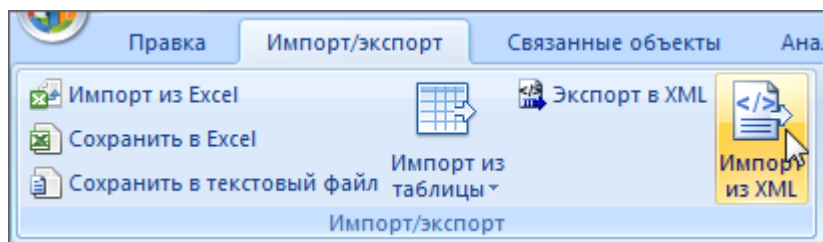

Рис. 25-57 – Импорт наработки из XML файла
1) Выделить в основном или связанном окне «Наработка» папку или наработки, и нажать кнопку «Экспорт в XML» панели «Импорт/экспорт» (рис. 25-57).
3) Выделить в рабочем окне «Наработка» папку, в которую будут добавлены данные из файла, и нажать кнопку «Импорт из XML» панели «Импорт/экспорт» (рис. 25-57).